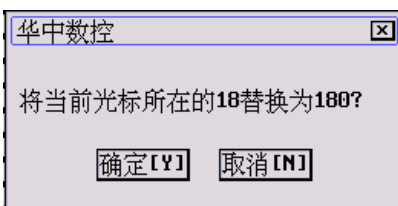

图 5.2.6 是否替换当前字符串
(8) 按 **Y** 键则替换所有字符串，按 **N** 键则光标停在找到的被替换字符串后，且弹出如图 5.2.6 所示的对话框；
(9) 按 **Y** 键则替换当前光标处的字符串，按 **N** 键则取消操作；
(10) 若要继续替换，按 **F8** 键即可。